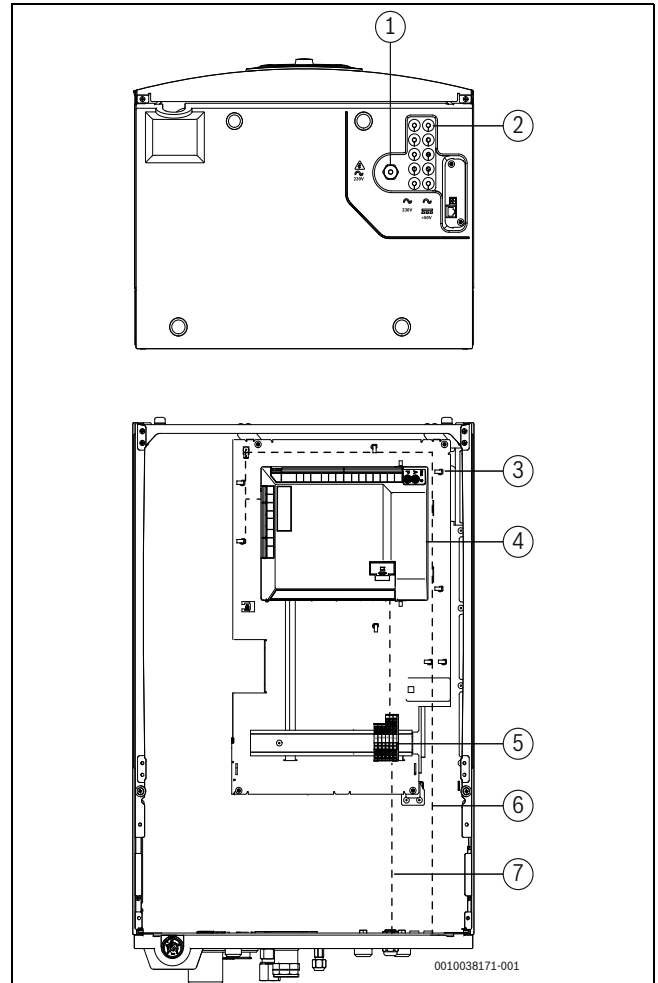

Fig. 10 Passe-câbles et composants électriques (vues avec le bac de récupération)
- Insérer le CAN-BUS, les sondes et les autres câbles de signal dans le passe-câble correspondant, marqué <50 V. Faire passer les câbles jusqu'à la partie avant de l'appareil et les raccorder tel qu'indiqué sur la Fig. 10.